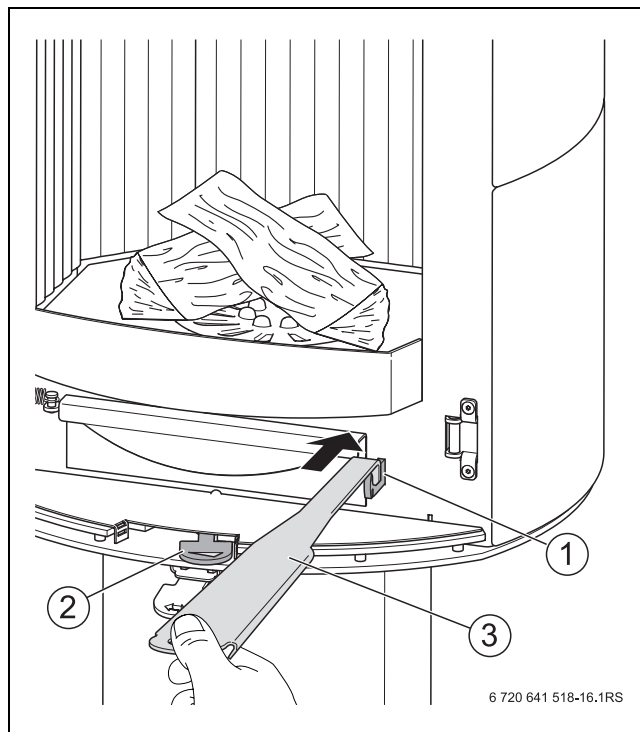

Fig. 6 Verrous de l'air de combustion et de la grille de secousse
- ▶ Pour actionner le verrou de la grille, utiliser la main froide (→ fig. 6, [3], page 10).